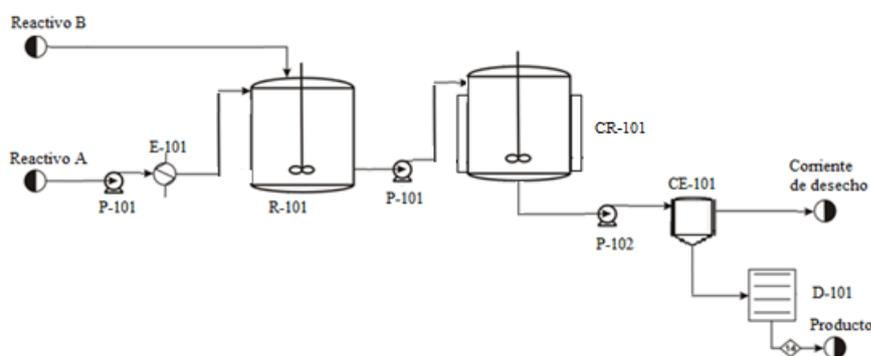

Figura 1: Ejemplo de un proceso batch.
- La Figura 1 muestra una planta batch típica para la producción de un solo producto. El lote comienza con el bombeo del reactivo A al reactor R-101 durante 30 minutos. La corriente es previamente calentada hasta 40°C por el intercambiador de calor E-101. Una vez finalizada la carga de reactivo A, se adiciona reactivo B durante un tiempo de 2,5 horas, durante el cual procede la reacción química para producción de C. Finalizada esta etapa, la mezcla es bombeada durante 30 minutos hacia el cristalizador CR-101, donde se enfría a una temperatura de 15°C. La suspensión permanece en el cristalizador durante 5 horas. Posteriormente se bombea a una centrifuga CE-101 para separar el producto sólido C de la solución remanente, opera un tiempo de 2 horas. Finalmente se seca el producto en un secadero de bandejas a 120°C durante 1 hora.